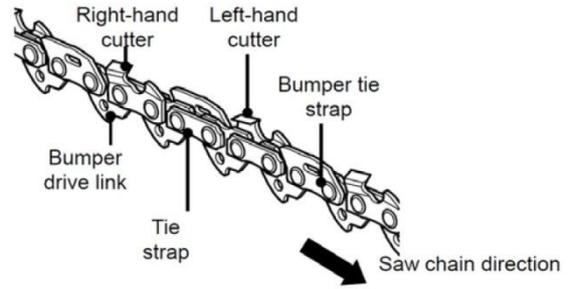

Figura 18
1. Verifique se a corrente está esticada. Ver Figura 18, à direita.